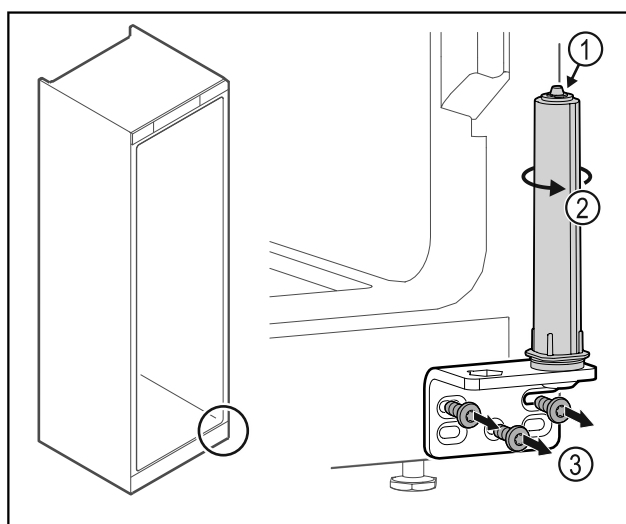

Fig. 32
- No desmonte el sistema de bloqueo de la puerta Fig. 32 (1).
- Gire el sistema de bloqueo Fig. 32 (2) hasta que haga clic.
- Desatornille el soporte de la bisagra Fig. 32 (3).